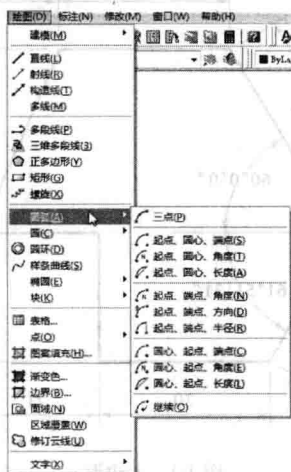

图 1-3 “绘图”的下拉菜单
- ①命令后带“▶”表示该命令有下一级菜单,称为级联菜单;如图 1-3 中显示出了“圆弧”的子菜单。
- ②命令后带“...”表示执行该命令时将弹出一个对话框。
- ③若命令呈灰色,表示该命令在当前状态下不可使用。
(3) 工具栏